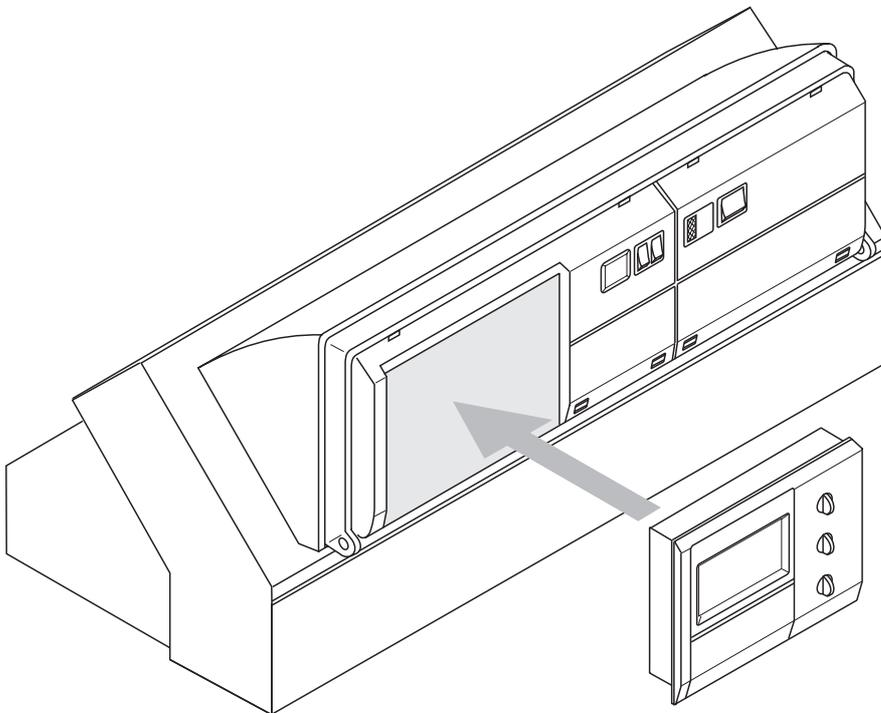

Abb. 27
3. Bedieneinheit in die Regelung einsetzen und drücken, bis sie oben und unten hörbar einrastet (siehe Abb. 27).